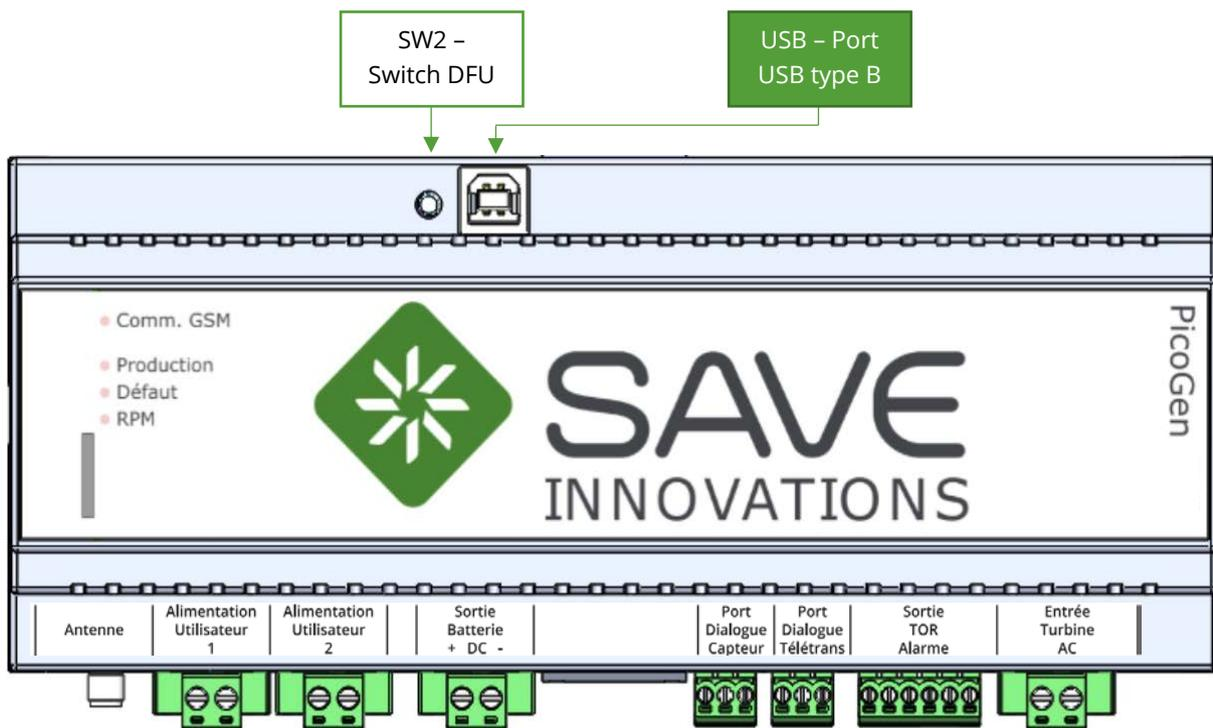

Figure 5 : Schéma du régulateur
- j) *Connecteurs du régulateur* : référencés sur la figure 5 et décrits ci-après.
- k) *Ordre de branchement au régulateur* : Le premier câble devant être branché est celui provenant de la turbine (cf. figure 5). Ensuite les alimentations et contrôle-commande des utilisateurs (capteurs, télétransmission...). Enfin, la batterie, qui va alimenter le régulateur et tous les appareils connectés.